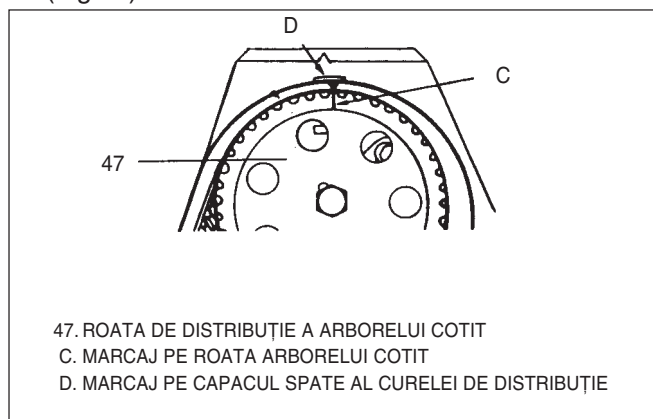

Fig. 16 Alinierea marcajului de pe fulia arborelui cu came
- Se rotește motorul în sensul de rotație până când pistonul nr.1 ajunge în punctul 10° înaintea punctului mort superior(marcajul (A) de pe fulia arborelui cotit corespunde cu vârful indicator (B) de pe capacul curelei de distribuție) (Fig.16).
- Când distribuția este reglată corect marcajul (C) de pe roata arborelui cu came va fi aliniat cu marcajul (D) de pe capacul spate al curelei de distribuție (Fig.16)